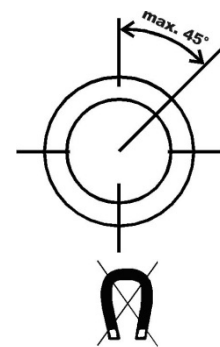

Abb. 1
- ☞ Die Schalter dürfen Sie nur senkrecht stehend einbauen, Abweichung max. 45° (→ Abb.1).